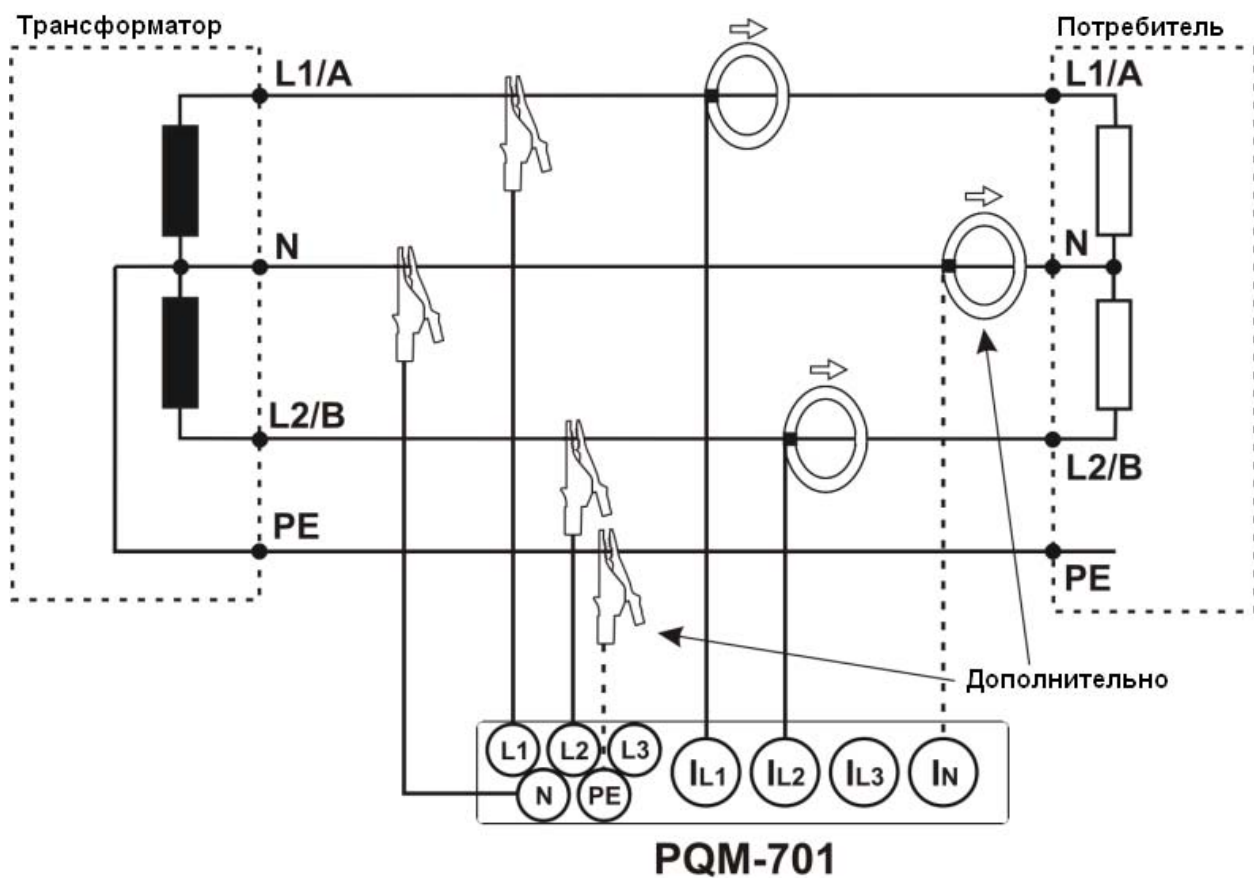

Рис. 3. Схема подключения – Расщеплённая фаза (двухфазная).
- Расщеплённая фаза (двухфазная) (с отдельной обмотки трансформатора, англ. split phase) (Рис. 3),